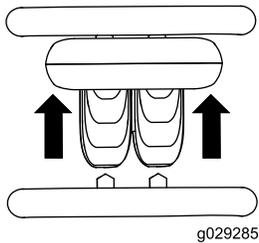

Bild 7
- Bewegen Sie den Fahrtriebshebel nach vorne, um vorwärts zu fahren (**Bild 7**).